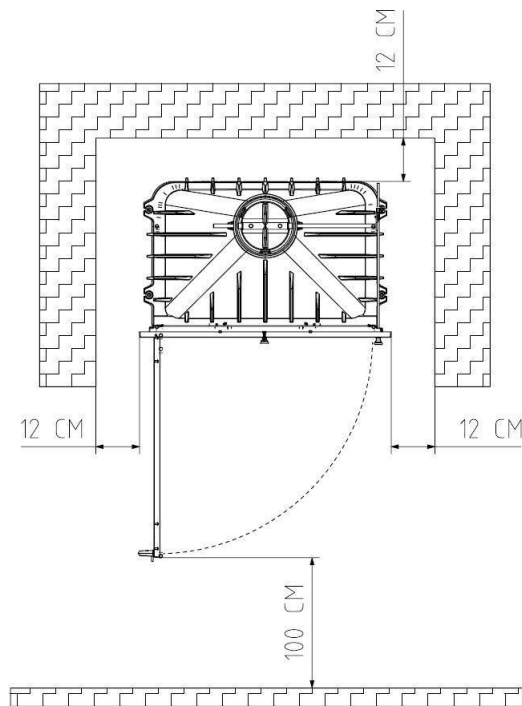

Рисунок 10
- При размещении камина следует учитывать безопасное расстояние, которое следует соблюдать для поверхностей из горючих материалов (деревянные стены или стены, на которые поклеены обои, деревянные полы и т.д.), как от камина, так и от дымохода. Такое же расстояние следует соблюдать и для таких стен и поверхностей, покрытие которых подвержено повреждению и деформации из-за воздействия высоких температур (лаки, краски, ПВХ и т.д.). См. рисунок 10.